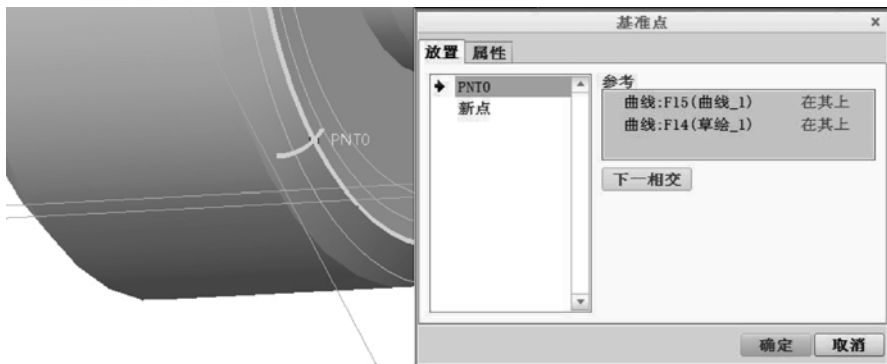

图 13-28 创建基准点 PNT0
- 2 选择渐开线, 按住〈Ctrl〉键的同时选择分度圆曲线, 如图 13-28 所示。